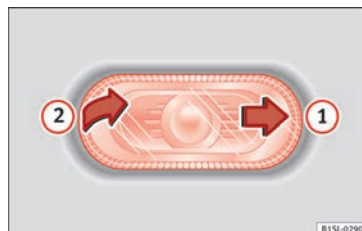

Fig. 92 Smontaggio dell'indicatore di direzione laterale
1. Con una mano spostare all'indietro l'indicatore di direzione laterale » **fig. 92** ①.